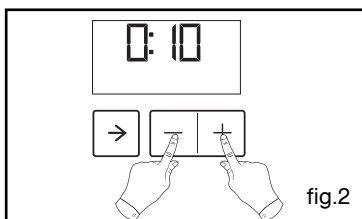

fig.2
- Appuyez simultanément sur les touches + et - pendant une dizaine de secondes jusqu'à l'affichage de "CO" afin de rentrer dans le mode de réglage (fig.2).